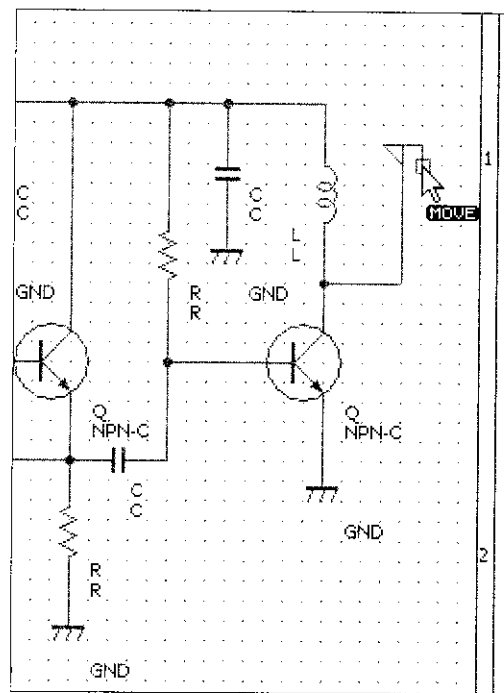
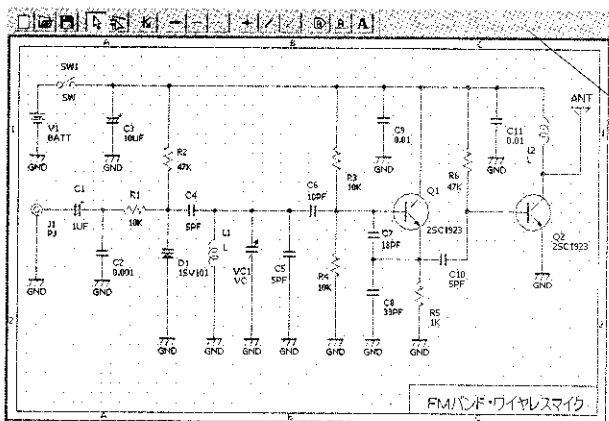

図18 登録されていない部品(アンテナ)は自分で作成する
図19 できあがった回路図
- ⑥ 「アンテナ」という部品がなかったのでとりあえずワイヤで描きました. [ドラッグ]を使ってワイヤを曲げます(図18).
- ⑦ 「NUT3W」を使って部品番号を順に付けます(暫定的に).
- ⑧ 抵抗やコンデンサなど, 部品に値を入力します. このとき, 部品番号と部品名の位置を微調整します. なお, 同じ値の部品が続くなら, いったん配置した部品を消してからコピーと貼
- ⑨ 最終的な部品番号を付けるのにもう一度「NUT3W」を使います.
- ⑩ 図面のタイトルや細かな位置を調整して完成です(図19).
- ⑪ 部品リストが欲しければ「PL3W」を用います.
- ⑫ 図面は「CE3」ファイルで保存します. 画像として保存したい場合は「BMP」あるいは「EMF」ファイル出力が利用できます. プリンタ出力を横取りして「PDF」ファイルにするツール(フリーソフトがある)も利用できます.